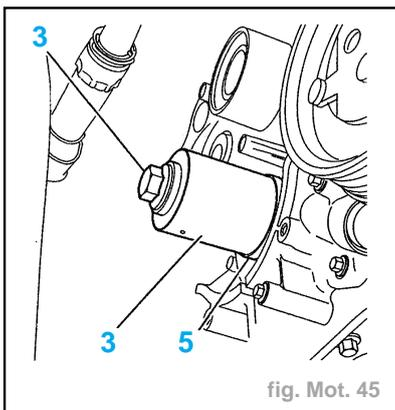

fig. Mot. 45
- Monter un joint à lèvres neuf (5) à l'aide de l'outil (3) (réf. 187G) et de la vis (3) (fig. Mot. 45).